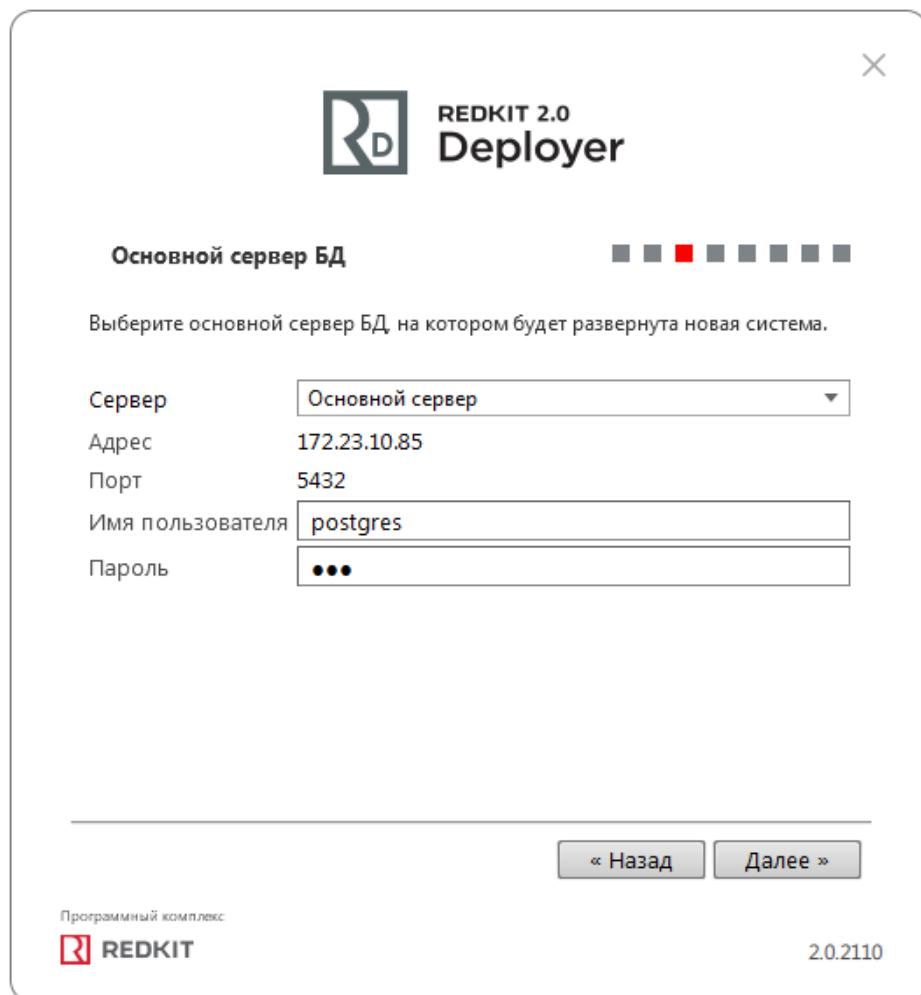

Рисунок 20 - Основной сервер БД
- Укажите параметры для подключения к основному серверу БД, используя имя пользователя и пароль из п.6 раздела "Установка СУБД Postgres". Нажмите "Далее" (Рисунок 20).